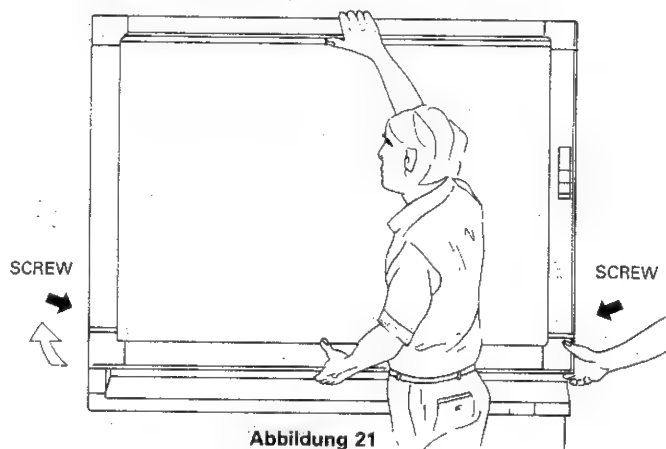

Abbildung 21
- (1) Die zwei Schrauben an den rechten und linken Seiten des vorderen Rahmens abschrauben.
- (2) Die rechte oder linke untere Ecke des vorderen Rahmens herausziehen, und die Unterseite des vorderen Rahmens abnehmen. Die Ober- und Unterseite des Rahmens festhalten und im Winkel hochheben, um die Haken zu trennen und den vorderen Rahmen vom Hauptkörperrahmen zu entfernen. (Abbildung 21)